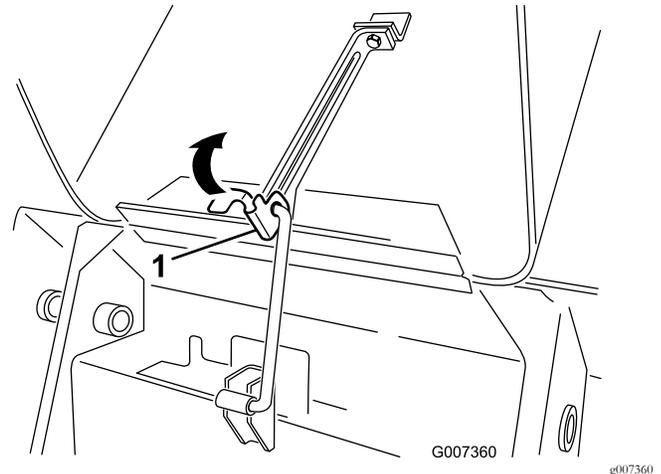

Bild 31
1. Heben Sie die Nase an, mit der die Stützstange befestigt ist (Bild 31)